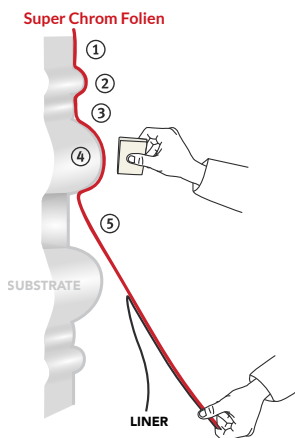

Abbildung 07
- › Abdeckpapier nach und nach entfernen, dabei weiter nach unten hin spannen. (Abb. 07)
- › Beginnen Sie mit der Vertiefung ①, dann mit der Erhebung ②, bis hin zur nächsten Vertiefung ③.
- › Bis zur nächsten Wellenform nach oben hin fortsetzen ④ und auf diese Weise bis zur ⑤ vollständigen Verklebung fortfahren.